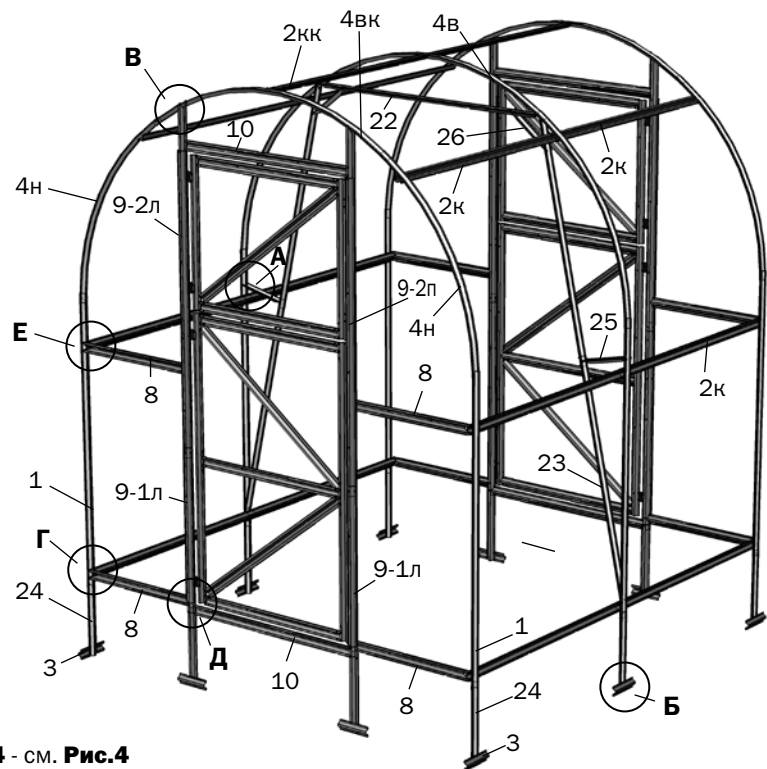

Рис. 1
1. Общий вид каркаса представлен на **рис.1**. Детали устанавливаются так, чтобы боковые полки профиля были обращены к покрытию. Каркас собирается из нумерованных элементов, часть которых выполнена сборными из нескольких деталей, имеющих одинаковый номер, но отличающихся индексами.